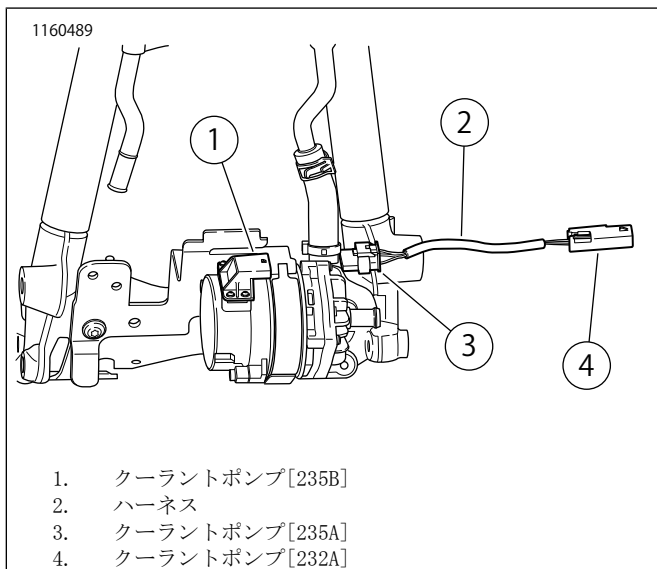

図10。新品のクーラントポンプハーネス
14. 図10を参照してください。新品のハーネス(2)を取り付けます。